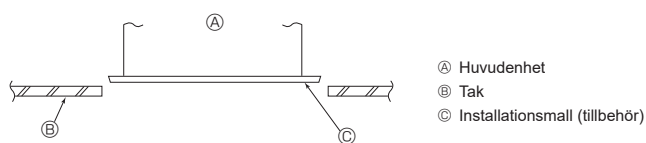

Fig. 4-7
4.6. Kontrollera positionen på huvudenheten och åtdragning av upphängningsbultarna (Fig. 4-7)